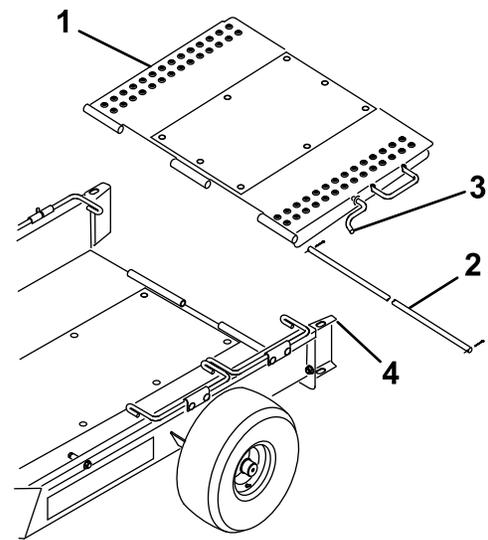

Figura 4
- 5. Monte la rampa del remolque en la parte trasera de la plataforma del remolque con la varilla de bisagra y 2 pasadores de chaveta (Figura 4).
- 6. Gire la rampa del remolque hacia arriba y enganche el cierre de la rampa en el taladro en la parte superior de la guía de la rueda (Figura 4).
8. Gire la rampa del remolque hacia arriba y enganche el cierre de la rampa en el taladro en la parte superior de la guía de la rueda (Figura 4).